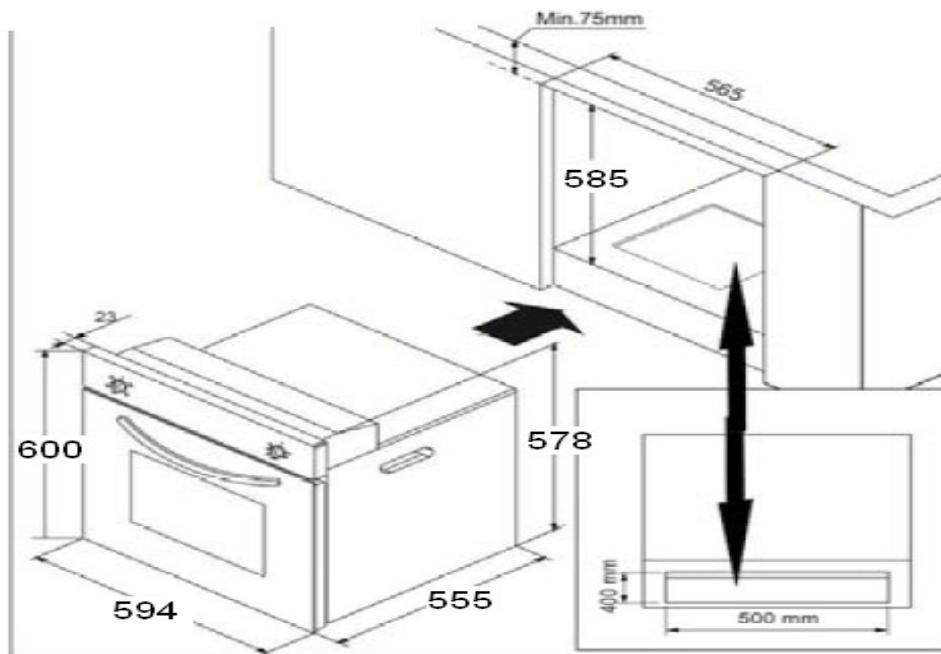

Рис. 2
**мебели или сделать самостоятельно отверстие размером 400x500 мм. (см. рис.2).**